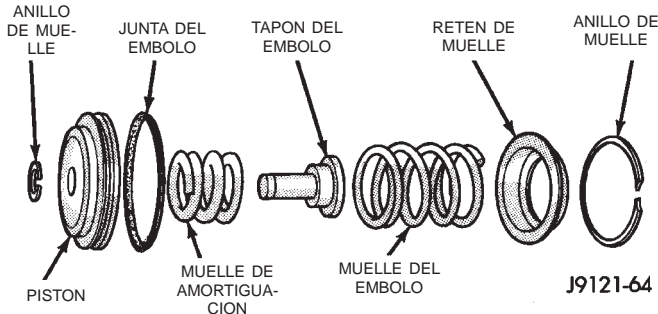

Fig. 117 Componentes del servo trasero
- (1) Retire el aro retén pequeño y retire el tapón y muelle del émbolo del servo (Fig. 117).
- (2) Retire y deseche el aro retén del émbolo del servo.